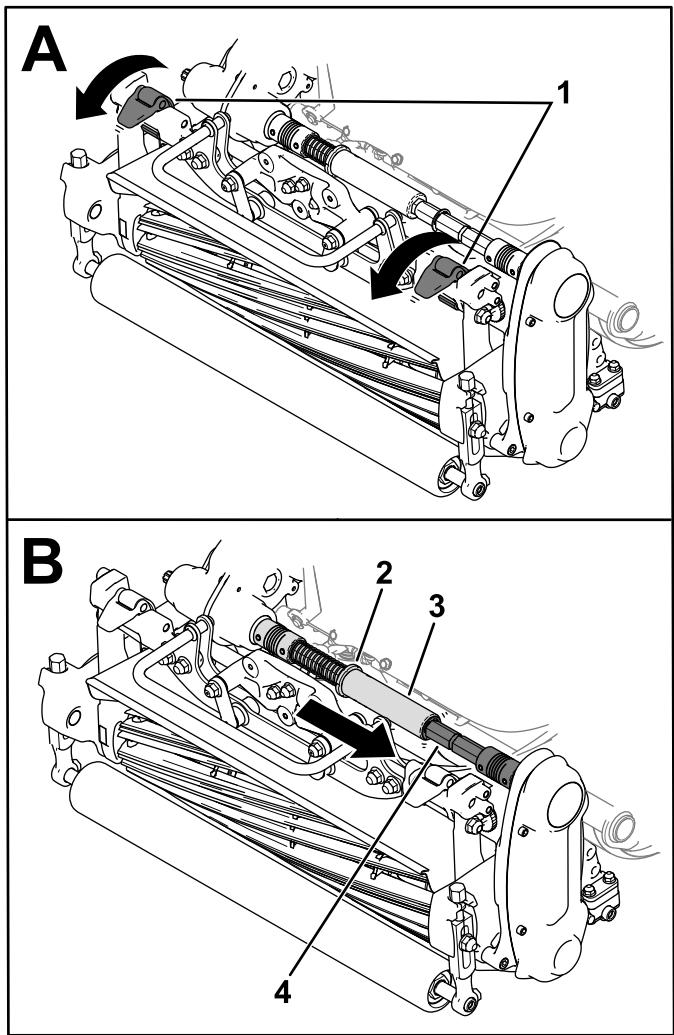

Figure 37
3. Abaissez les verrous de suspension pour fixer l'unité de coupe sur la machine (Figure 37).
- Sortez le collet de la rainure de l'arbre d'accouplement de transmission et insérez le tube hexagonal dans l'arbre d'accouplement de l'unité de coupe (Figure 37).